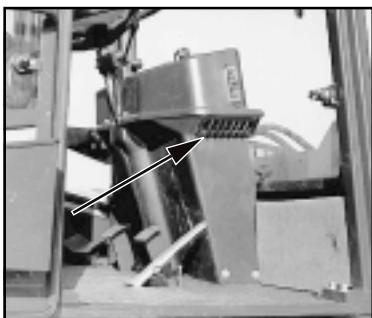

Bild 5-11
- (2) Luftstromrichtung an den seitlich angebrachten Ausströmerdüsen (Bild 5-11/Pfeil) einstellen.
(1) Selon le besoin en air, positionner le commutateur du ventilateur (5-10/flèche) dans la position „0“, 1 ou 2.
(2) Régler la direction du flux d'air aux sorties d'air latérales (figure 5-11/flèche).